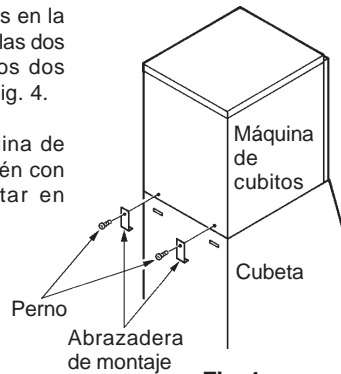

Fig. 4
4) Asegure la máquina de cubitos en la Cubeta de Almacén, utilizando las dos abrazaderas de montaje y los dos pernos proporcionados. Ver Fig. 4.
8) Ajuste las cuatro patas en la parte inferior (ajustable de 0 a 25,4 mm) para tener la máquina de cubitos perfectamente horizontal. Utilice el nivel de aire. Ver Fig. 4.